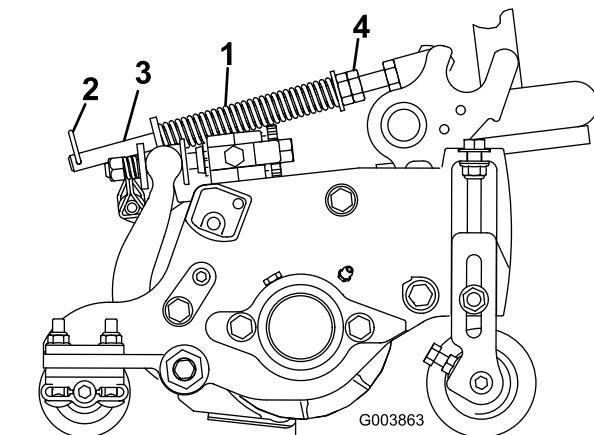

Figure 13
1. Vérifiez que la goupille fendue est insérée dans le trou de la tige de ressort (Figure 13).
2. Serrez les écrous hexagonaux à l'extrémité avant de la tige de ressort jusqu'à ce que la longueur du ressort comprimé soit égale à 12,7 cm (Figure 13).